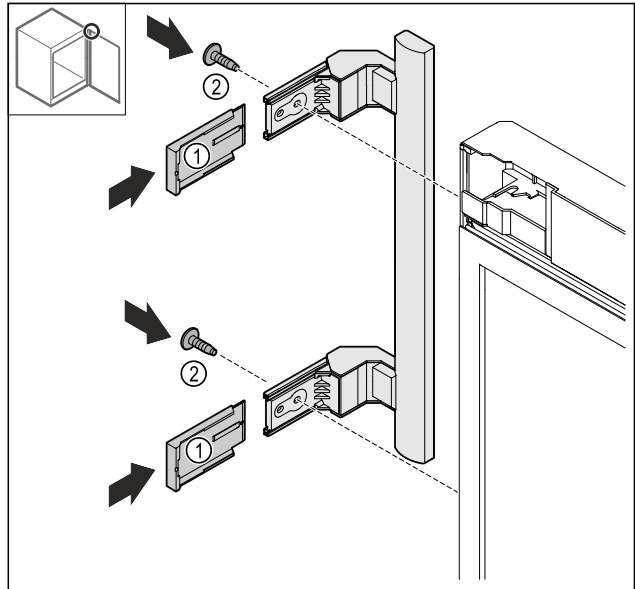

Fig. 26
- ▶ Kryty Fig. 26 (1) nasuňte.